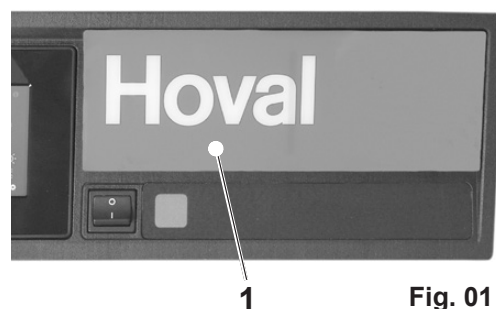

Fig. 01
2. Aprire il coperchio ribaltabile (1, Fig. 01) a destra sul quadro di comando.
4. Chiudere il coperchio ribaltabile (1, Fig. 01).